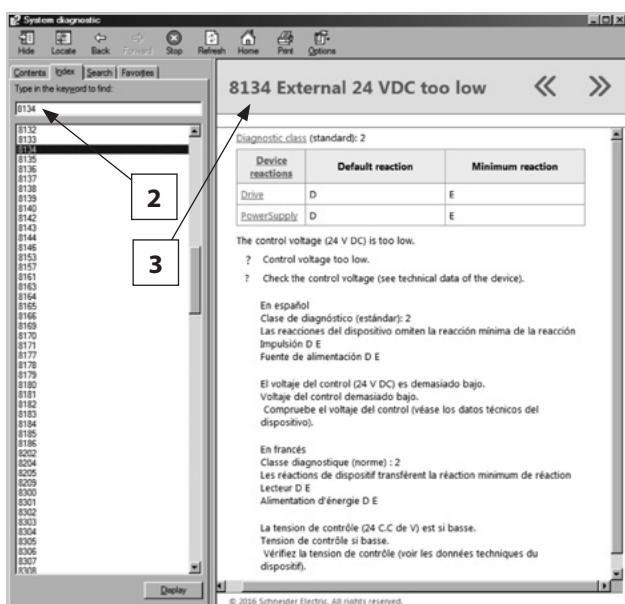
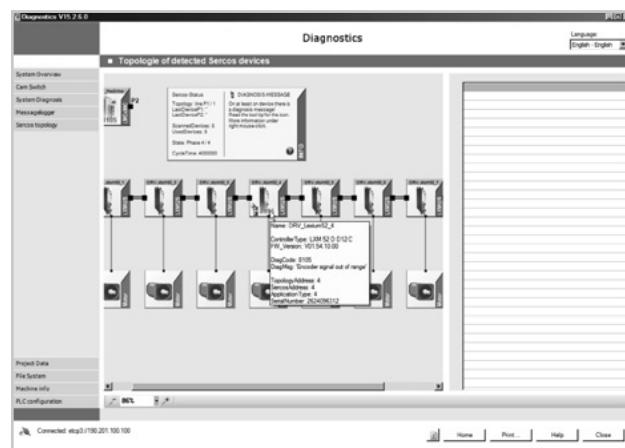

Figure 97
Figure 103
3. Les causes possibles, vérifications et corrections seront expliquées en espagnol, anglais, français dans le panneau de diagnostique à droite (Figure 97).
Par exemple, sur la figure 103 le système a trouvé l'erreur 8979 sur la transmission no. 6. En cliquant sur le code d'erreur, l'utilisateur peut aller directement à l'écran de Diagnostic du système (figure 97) sans le besoin d'inscrire manuellement le code d'erreur pour diagnostiquer le problème.
De plus, en cliquant sur le code d'erreur dans l'enregistreur de message Schneider, l'utilisateur peut aller directement à l'écran de diagnostic du système (figure 97) sans le besoin d'inscrire manuellement le code d'erreur pour diagnostiquer le problème.